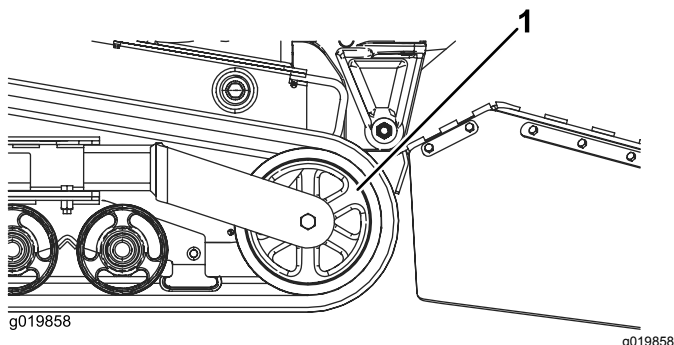

図 49
5. テンショニングホイールを機体後方に向けて押し一杯まで移動させる 図 49。
7. テンショニングホイールから外れたら、機体から取り出す 図 49。